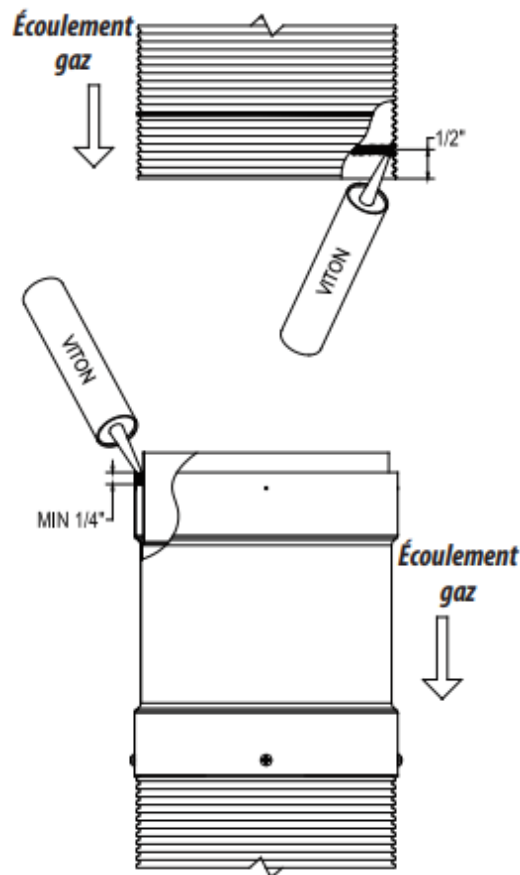

Figure 22 - Scellant Seal Flex Flex Viton®
3.2. Ajoutez un autre cordon de scellant Viton® à 1/2" du bord de la doublure flexible tout autour de sa face intérieure (Figure 22).